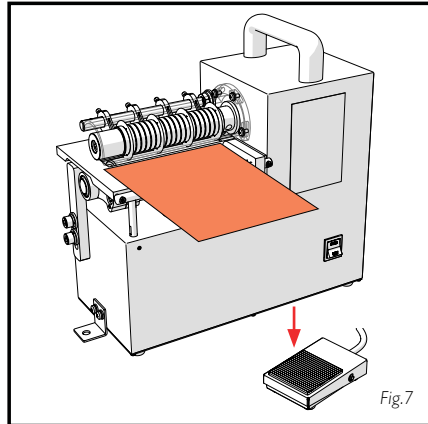

Fig.7
- Установите переключатель направления в положение «вперед» и положите материал на рабочий стол. Нажмите на педаль ногого управления и аккуратно проведите заготовку через станок. Обрезанные ремни выйдут из задней части машины. Рис.7